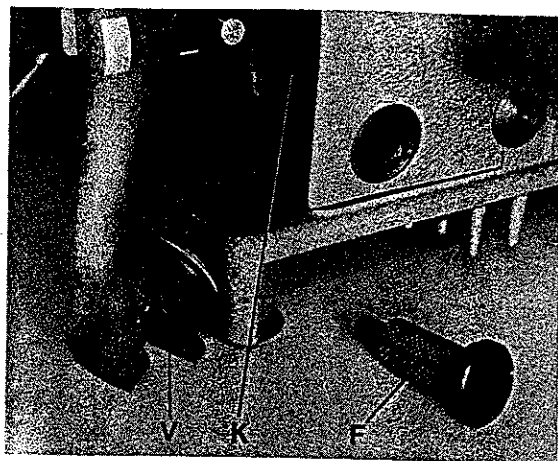

Fig. 14
The oil filter (F, Fig. 14) has to be cleaned periodically in petroleum, according to its contamination. The oil filter can be removed by turning it counter-clockwise.
Chamber (K, Fig. 14) behind plug (V) has to be cleaned periodically, according to its contamination.
Der Ölfilter (F, Fig. 14) muß periodisch, je nach Verschmutzung in Petroleum gereinigt werden. Der Ölfilter kann durch Drehen im Uhrzeigersinn entfernt werden.
Die Kammer (K, Fig. 14) hinter dem Verschlusstopfen (V) muß periodisch, je nach Verschmutzung gereinigt werden.